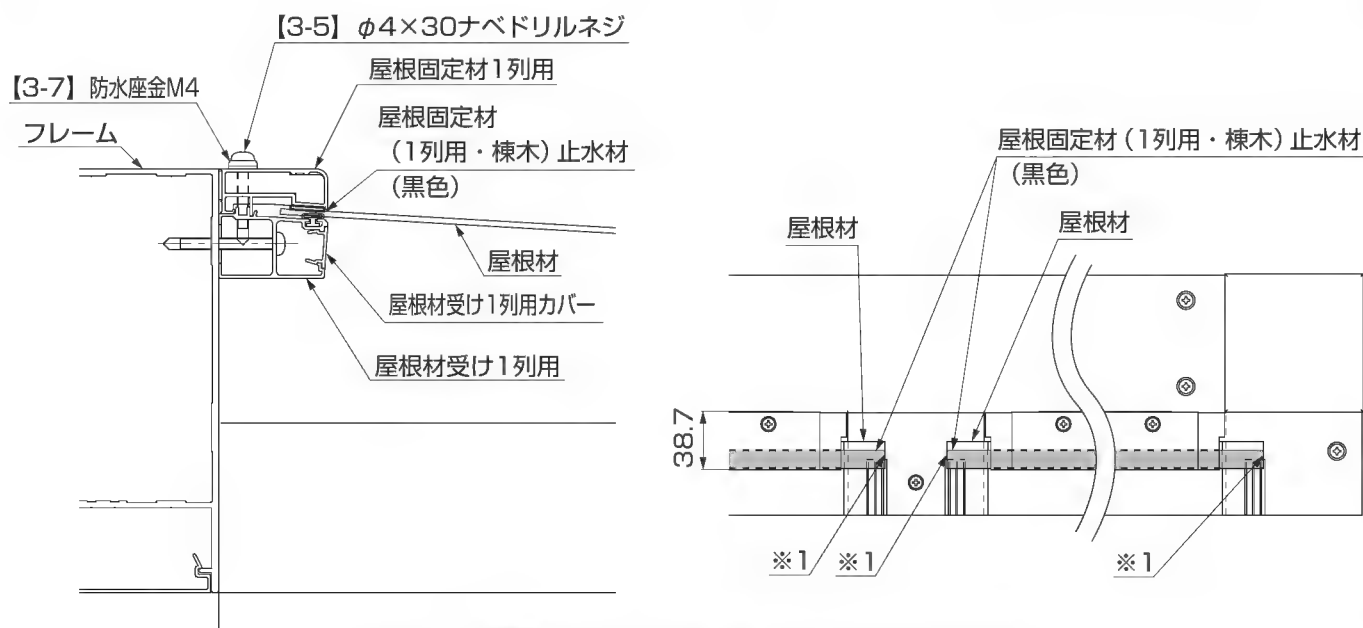

図9-3 屋根固定材（1列用・棟木）止水材の取付け位置
②屋根固定材（1列用・棟木）止水材を屋根材に貼付けてください。(図9-3参照)
- 屋根材の下に屋根材受け1列用が透けて見えます。屋根材受け1列用の端部（※1）に沿って屋根固定材（1列用・棟木）止水材を貼付けてください。(図9-3参照)